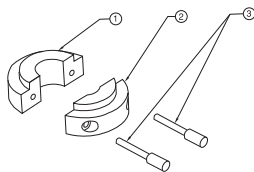

Figura 3
- Adapte as duas partes da braçadeira IV (itens 1 e 2 na figura 3) em torno do suporte da unidade IV.
- Fixe as partes usando os parafusos com a extremidade de superfície rugosa (item 3).